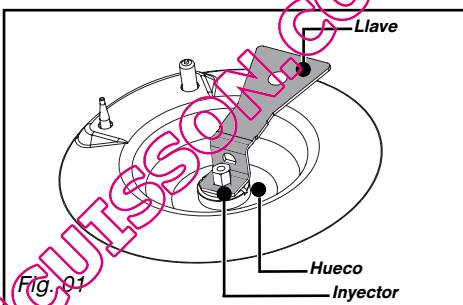

Fig. 01
- Con ayuda de la llave suministrada, desatornille los inyectores situados en el fondo de cada hueco y quítelos (*Fig. 01*).